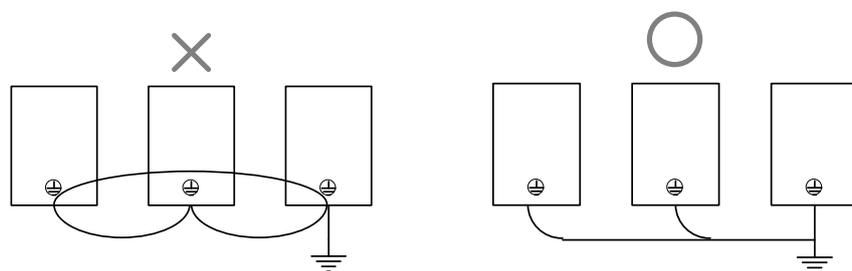

图 4.8 多个电梯一体化驱动控制器接地方法
- 5) 多个电梯一体化驱动控制器接地时，为避免接地线形成回路，建议尽量不要形成环路。多台电梯一体化驱动控制器接地方法见图 4.8。